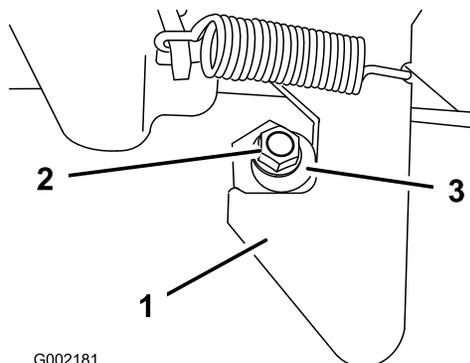

図 13
1. ラッチ・ポストの端についているナット（図 13）をゆるめる。
2. ラッチ・ポストを右回りに回転させてラッチにちょうどはまるようにし、その位置でナットを締める（図 13）。